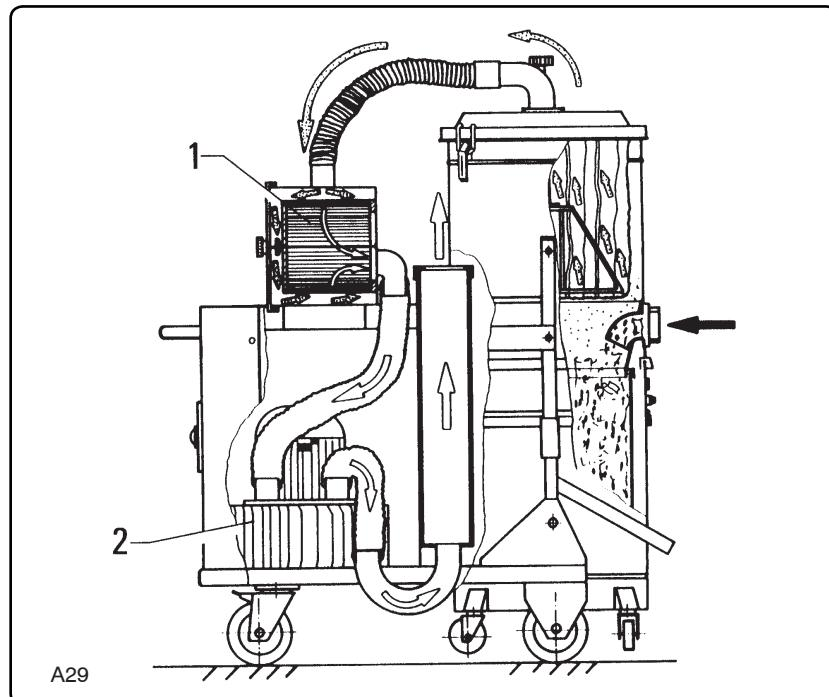

Fig. 6.8.1
**6.8 - Filtro assoluto in aspirazione (categoria d'impiego K1) fig. 6.8.1**
**6.8 - Absolute filter on the intake (category of use K1) fig. 6.8.1**
**6.8 - Filtro absoluto en aspiración (categoria de empleo K1) fig. 6.8.1**
**6.8 - Absoluutfilter op de zuigleiding Toepassingsgebied K1(afb. 6.8.1)**